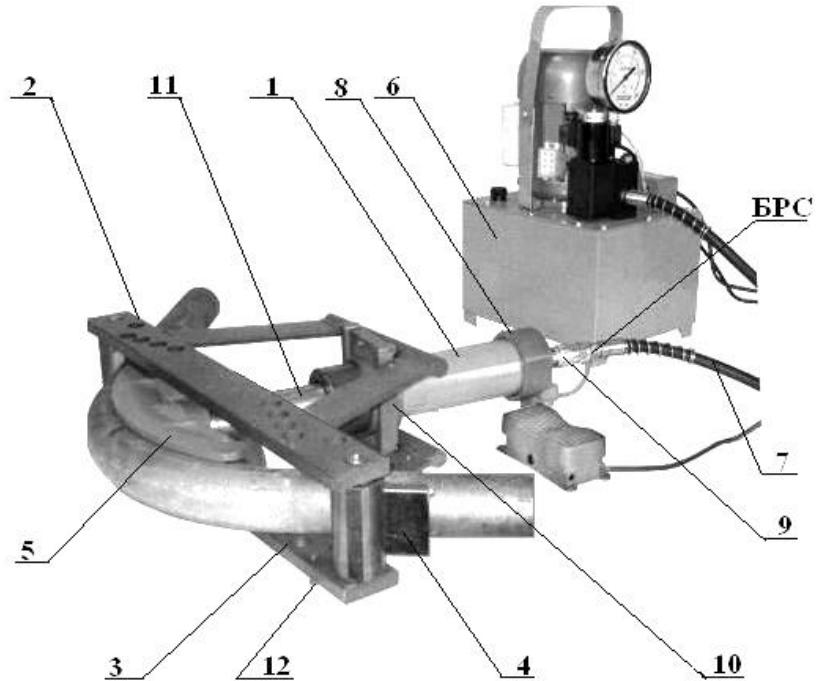
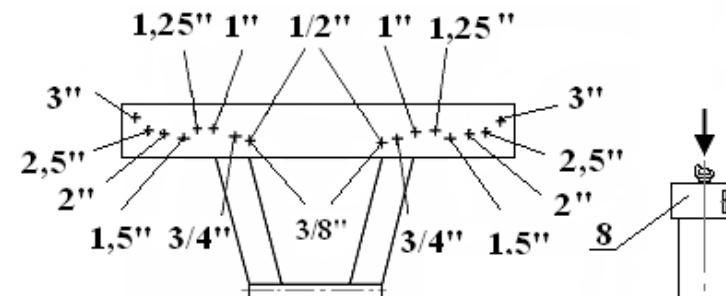

Рис.1
Рис. 2
- 4.1 Трубогиб состоит из гидроцилиндра 1, траверс верхней 2 и нижней 3, двух упоров 4, комплекта гибочных шаблонов 5 и гидравлической насосной станции 6 с рукавом высокого давления 7 с быстроразъёмным соединением БРС на выходе (рис.1).
- 4.3 Траверсы верхняя 2 и нижняя 3 выполнены в виде сварной конструкции, на поперечных планках которых имеются отверстия для установки упоров 4 (рис. 2). Нижняя траверса 3 имеет ножки 12 для установки на рабочей площадке (рис.1).
- 5.6 Соберите трубогиб согласно схеме на рисунке 1, 2, **обратив особое внимание на положение траверс 2 и 3 и упоров 4**, которые должны быть установлены симметрично осям гидроцилиндра в соответствующие отверстия согласно обозначениям на рис. 2.
- 6.1 Установите изгибающую трубу между гибочным шаблоном 5 и упорами 4 (рис.1).